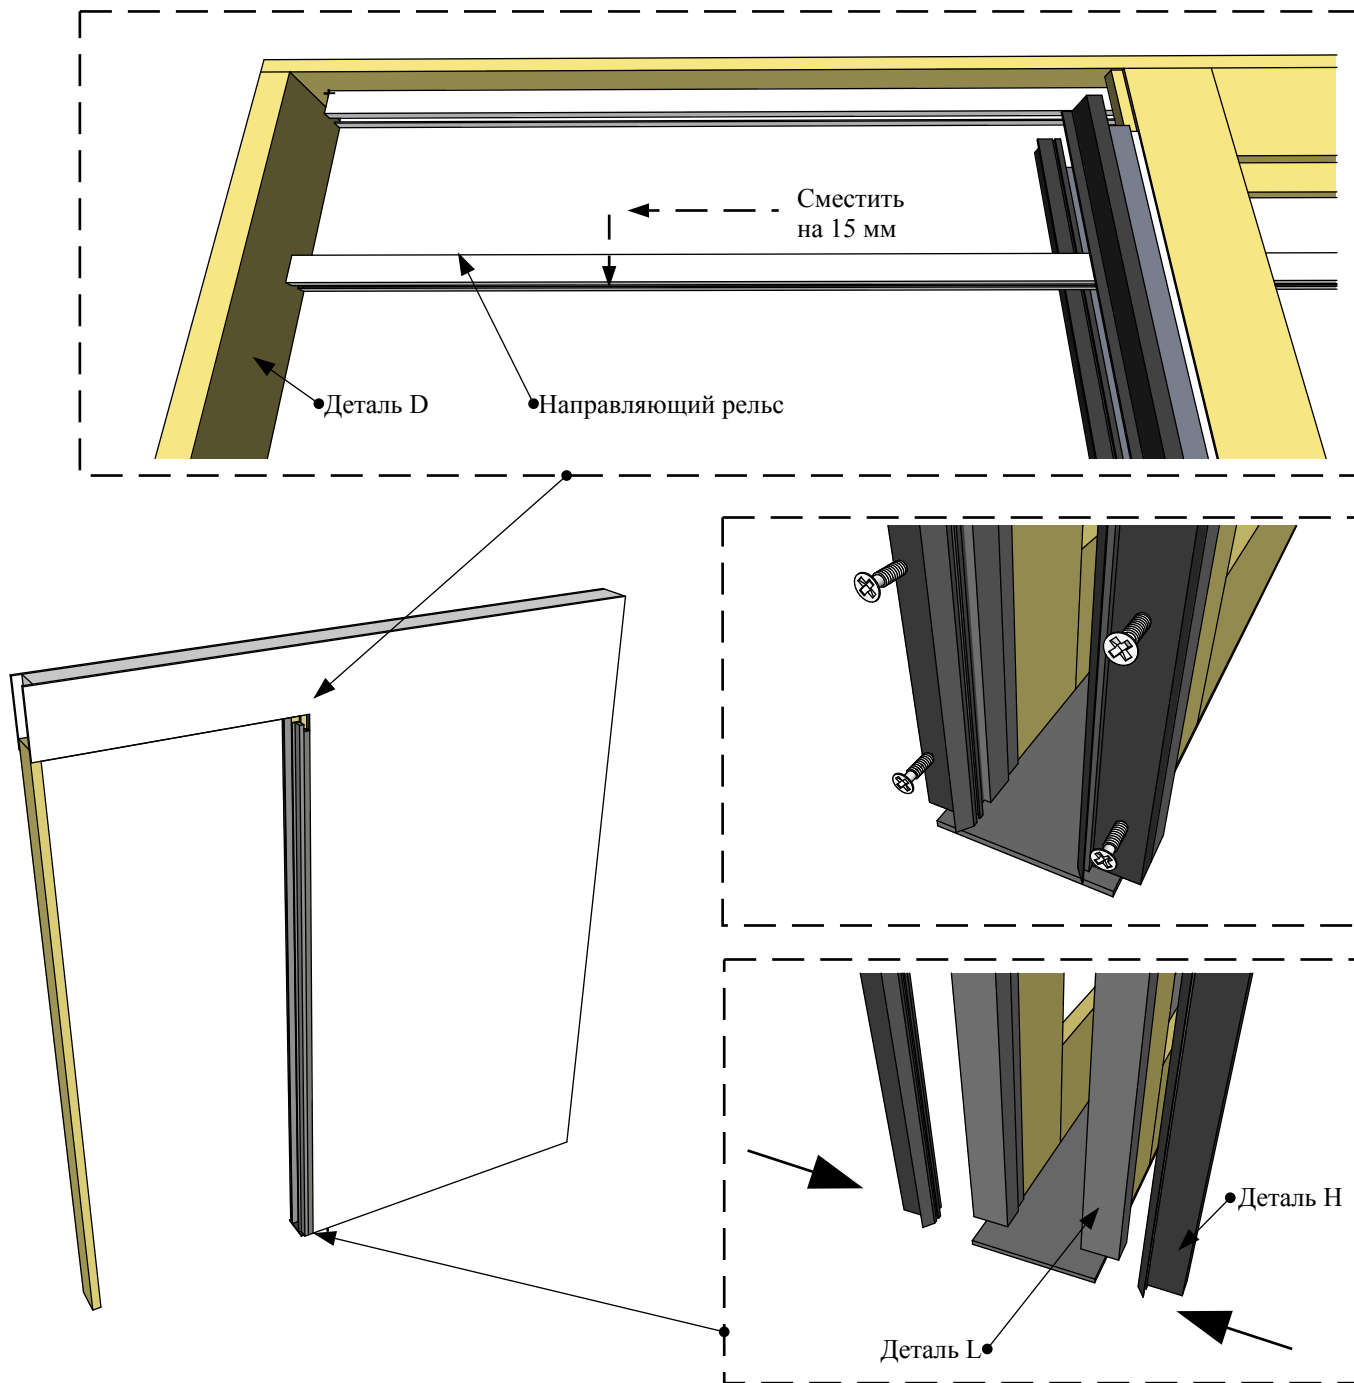

Рисунок 19
8.5. После монтажа дверного полотна следует обратно установить детали Н на жёсткость L, закрепив самрезами 3.5\*32 мм. Перед установкой вставьте в пазы деталей Н щёточный уплотнитель (Рис.19).